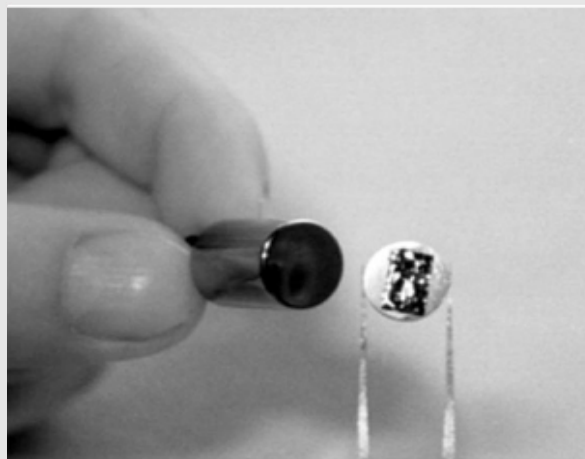

Рис. 7: Поместите образец в середину держателя образца.
- Возьмите образец пинцетом (как показано на рис. 7) и поместите его на магнит держателя образца.